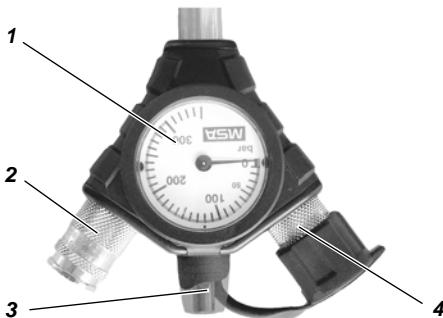

Fig. 3 Combo trykkluftsmåler
Combo trykkluftsmåler (se Fig. 3) er festet ved enden av flerkanalsslangen. Den består av selve trykkluftsmåleren (1), koblingen for den lungeregulerte ventilen (2) såvel som utstyret for akustisk signalgiving (3) (signalflytte). Måleren starter et kontinuerlig advarselsignal når luftbeholderens trykk faller under 55 ± 5 bar. Reservekoblingen (4) brukes for å koble til en ekstra lungeregulert ventil (dvs.reserveutstyr).